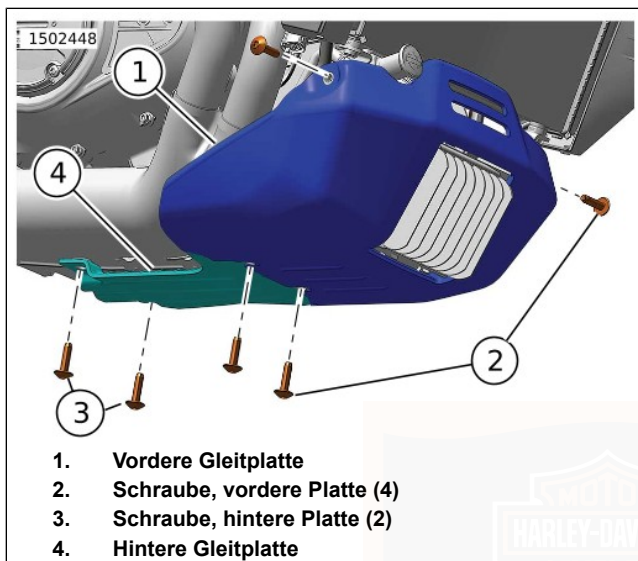

Abbildung 88. Zweiteilige Gleitplatte
1. Abbildung 88 Die Schrauben (2) entfernen.
2. Die vordere Gleitplatte (1) entfernen.
1. Abbildung 88 Die Schrauben (3) entfernen.
2. Die hintere Gleitplatte (4) entfernen.
2. Abbildung 88 Die hintere Gleitplatte (4) positionieren.
3. Die Schrauben (3) anbringen. Von Hand anziehen.
2. Abbildung 88 Die vordere Gleitplatte (1) positionieren.
3. Die Schrauben (2) anbringen. Die Schrauben (2 und 3) anziehen.